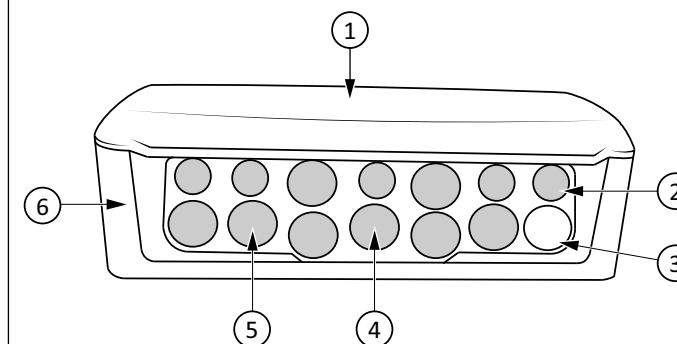

Figure 1 1: Låg, 2: Kabelgennemføringssamling, 3: LED, 4: Kabelgennemføring, 5: Bløde del af kabelgennemføring, 6: Kabinet
1. Lav et hul, der er mindre end kabeldiameteren, gennem den bløde del af kabelgennemføringen (se Figure 1) med en rund genstand, f. eks. en stjerneskruetrækker eller en syl.
1. Monter spjældenheden på et stabilt, vibrationsfrit underlag. Den kan monteres vandret med låget opad (nr. 1 i *Figure 1*) eller lodret, så kabelgennemføringssamlingen (pos. 2 i *Figure 1*) på enheden peger nedad.